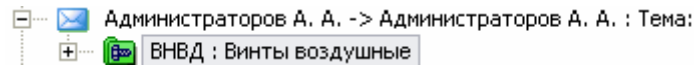

Рис. 291
- **Вложенные элементы** – просмотр вложенных в сообщение элементов. После выбора этого пункта вложенные элементы отобразятся в дереве объектов (Рис. 291).